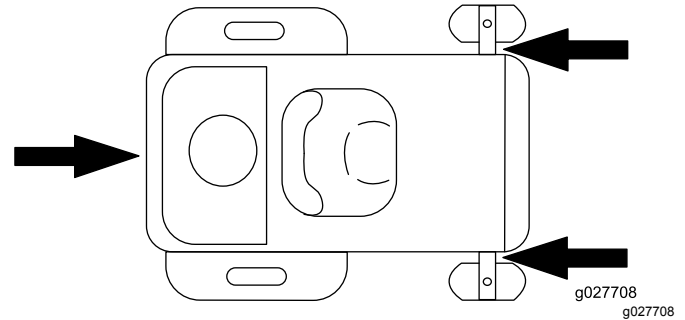

Figure 20
5. Arrimez la machine près des roues pivotantes avant et du pare-chocs arrière (Figure 20).